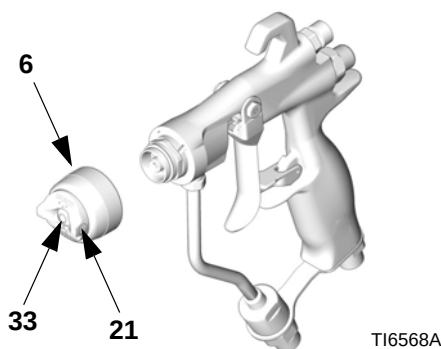

FIG. 35
- Retire el anillo de retención del cabezal de aire (6), el cabezal de aire (21), y la boquilla de pulverización (33). Vea FIG. 35.